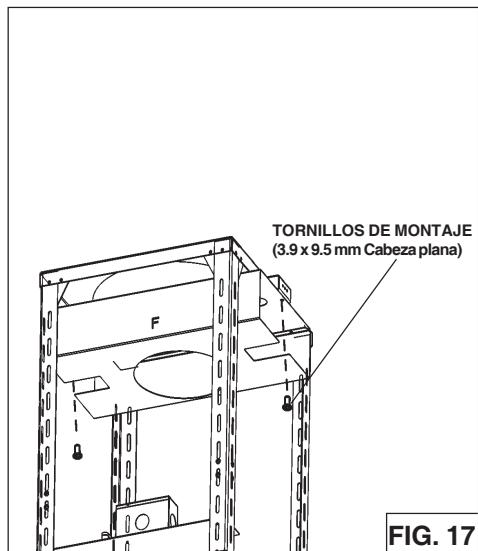

FIG. 17
4. Instale el pleno a la parte superior del armazón de soporte usando (2) tornillos de 3.9 x 9.5 mm suministrados, como se ilustra (Fig.17).